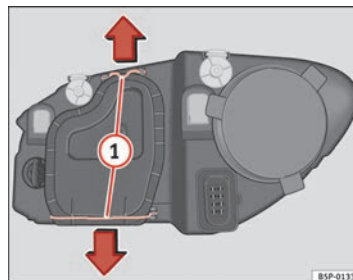

Fig. 183 Anabbaglianti
- Far scorrere i tiranti ⇒ fig. 183 1 nel senso della freccia e sfilare la chiusura.